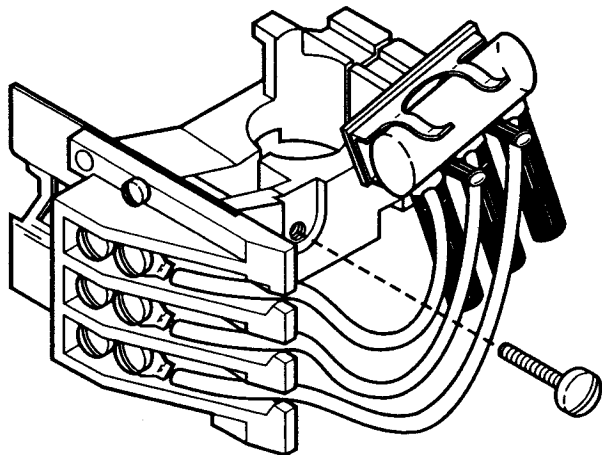

Figura 1
2. Allentare la vite di montaggio del meccanismo finché lo stesso meccanismo non scorre liberamente sul tubo stagno. Vedere Figura 1.